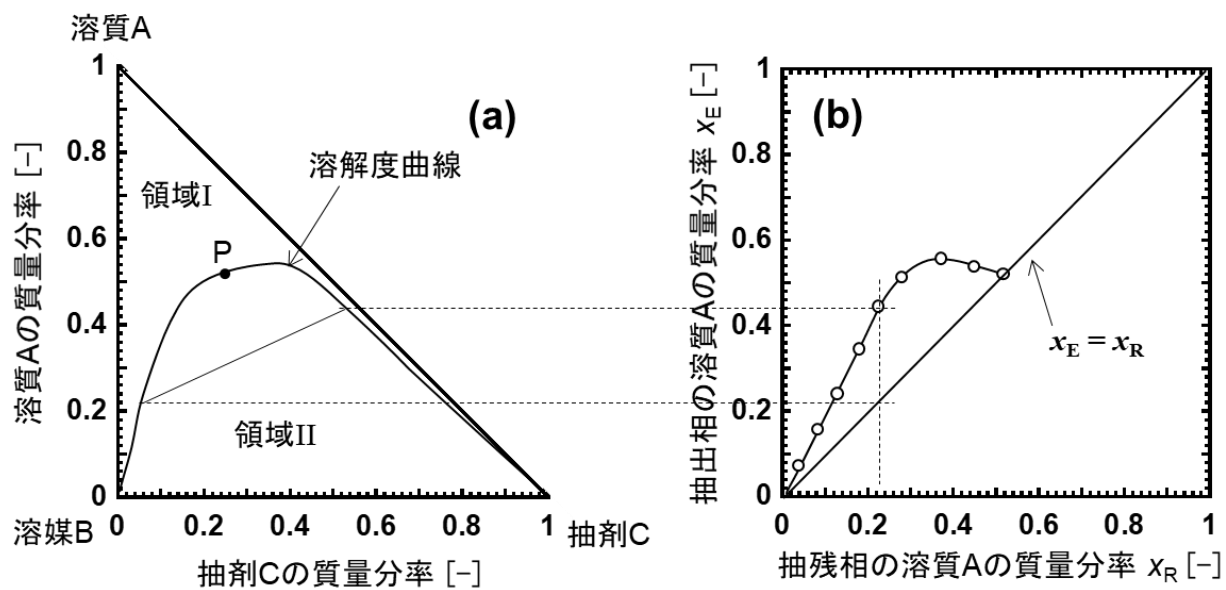

図 4-1 (a)溶質 A, 溶媒 B, 抽剤 C の三角相図.
溶質 A と溶媒 B からなる原料溶液に抽剤 C を加えて溶質 A を抽出する操作を考える。図 4-1 には 3 成分系液液平衡関係が溶解度曲線(a)と分配曲線(b)で与えられている。図中にはタイライン（対応線）と分配曲線の関係の一例が示されている。なお、以下の③および④の操作において、抽剤 C は純成分であり、混合溶液は十分に攪拌された後、十分な時間静置されているとする。
① 図 4-1(a)の溶解度曲線の上側の領域 I の組成を持つ混合液は a として存在する。また、溶解度曲線の下側の領域 II の組成を持つ混合液は b として存在する。
② 図 4-1(a)中の点 P の名称は c である。また、点 P とタイラインとの関係を解答欄 d に簡潔に説明しなさい。
③ 溶質 A と溶媒 B からなる原料溶液 F [kg]（溶質 A の質量分率は x_0 ）に、抽剤 C を H [kg] 加えて混合溶液を作った。
④ 原料溶液が $F = 1.0 \times 10^2$ kg, $x_0 = 0.40$ であるとき、原料溶液に抽剤 C を少しずつ加えたときの混合溶液の平均組成の変化を表す線を解答用紙の解答欄 h の図中に示しなさい。
原料溶液に適切な量の抽剤 C を加えて、上記③の抽出操作を行った。抽出相に含まれる溶質 A の質量分率は 0.30 であった。このとき抽残相に含まれる溶質 A の質量分率は i である。また、図 4-1 のタイラインと分配曲線の関係を参考に、この抽出操作に対応するタイラインを解答用紙の解答欄 j の図中に示しなさい。